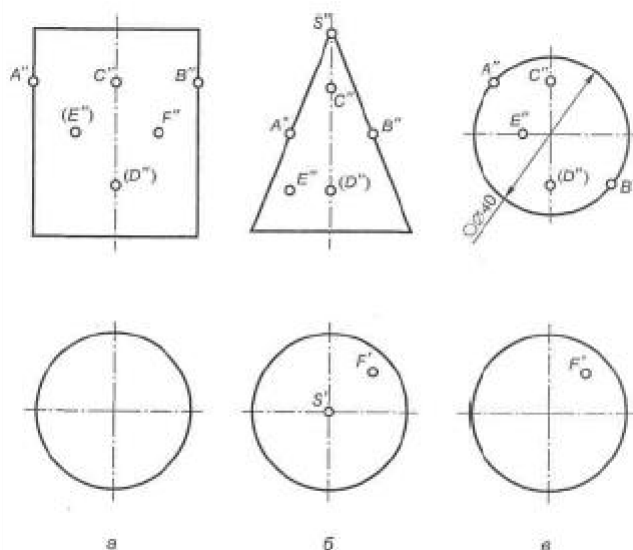

Рис. 25
**2.27.** Построить недостающие проекции точек, принадлежащих поверхностям цилиндра (рис. 25, а), конуса (рис. 25, б) и сферы (рис. 25, в).